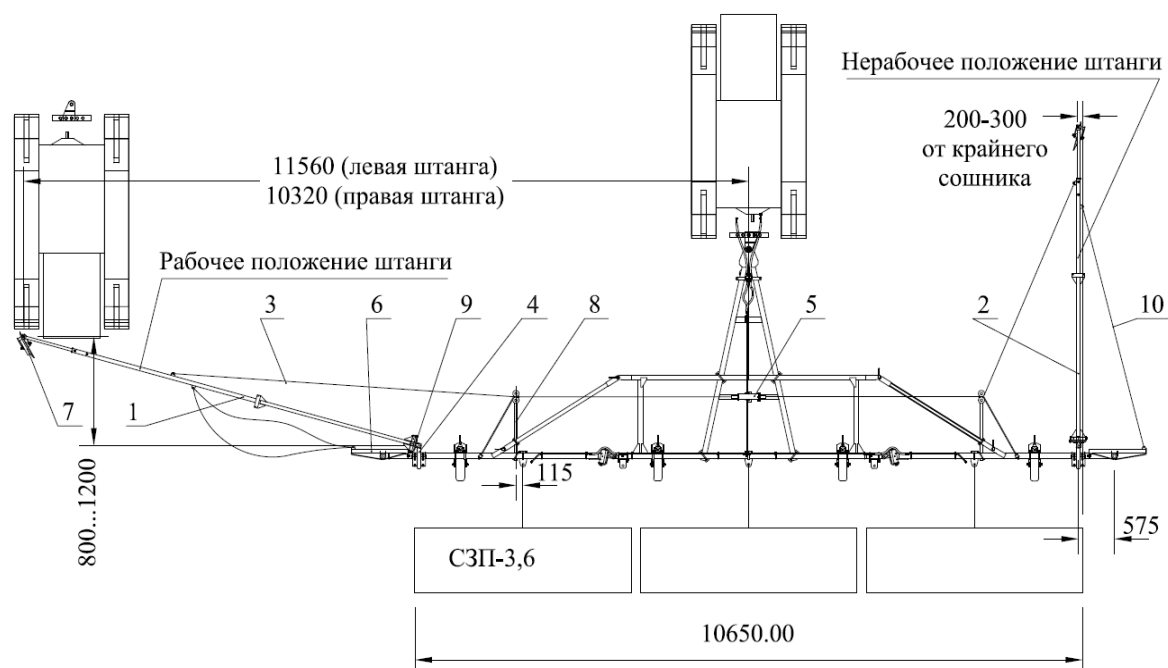

Рис.4 Схема установки маркера для 3-х сеялочного агрегата.
2.5. Маркер (рис.4,5) служит для образования хорошо видимого следа (борозды), параллельно движению агрегата, что обеспечивает постоянство размера стыкового междурядья и прямолинейность последующего движения 3-х сеялочного агрегата.